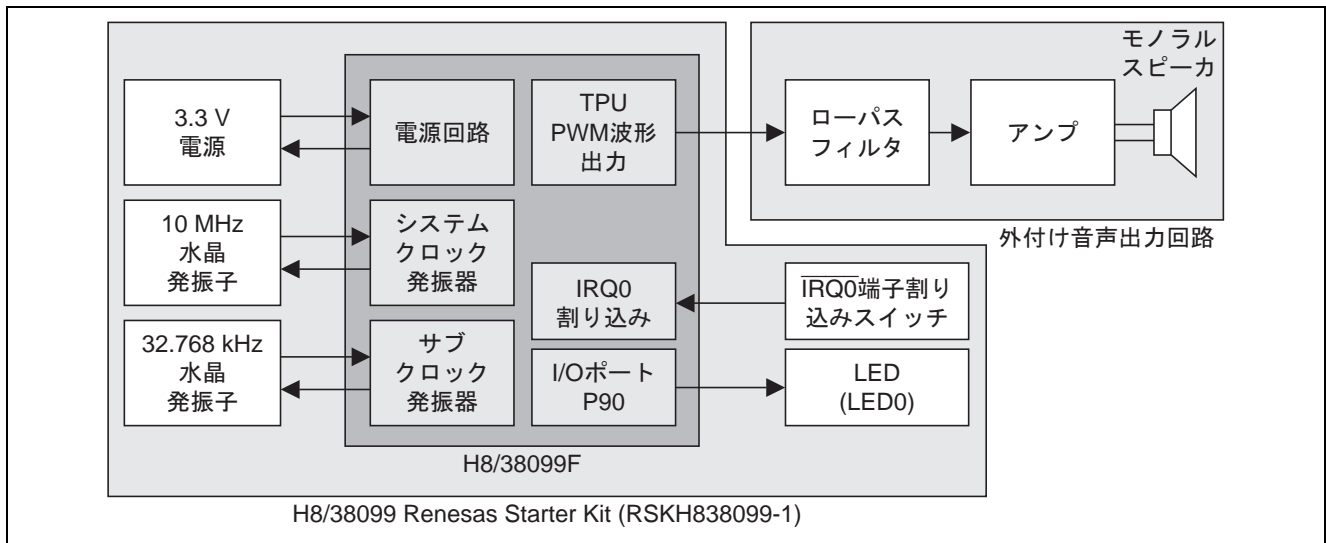

図 1 ハードウェアブロック図
- (1) H8/38099F の 16 ビットタイマパルスユニット (TPU) を使用して、PWM による音声出力を行ないます。
- (2) サンプリング周波数 8kHz、データ長 8 ビットの音声データ (PCM データ) は、圧縮せずに H8/38099F の内蔵フラッシュメモリに格納します。
- (3) PWM 波形出力端子 (TIOCA1) にローパスフィルタ、アンプを外付けで接続し、スピーカから音声を出力します。
- (4) IRQ0 端子割り込みスイッチの押下により、音声出力を開始します。また、音声出力中は I/O ポート (P90 端子) に接続された LED を点灯します。
- (5) 図 1 に本アプリケーション例のハードウェアブロック図を示します。本アプリケーション例では、ルネサス製スタータキット (RSKH838099-1) に外付けの音声出力回路 (ローパスフィルタ、アンプ、スピーカ等) を接続して音声出力を実現しています。